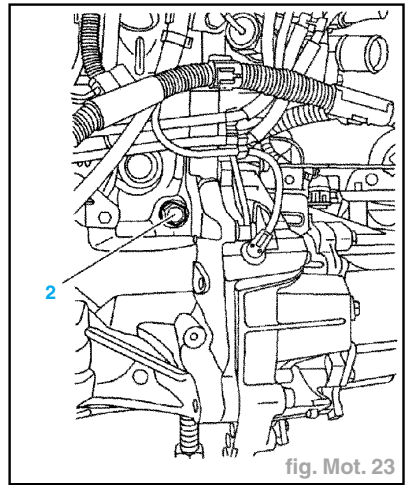

fig. Mot. 23
- Retirer le bouchon (2) du bloc moteur (fig. Mot. 23).